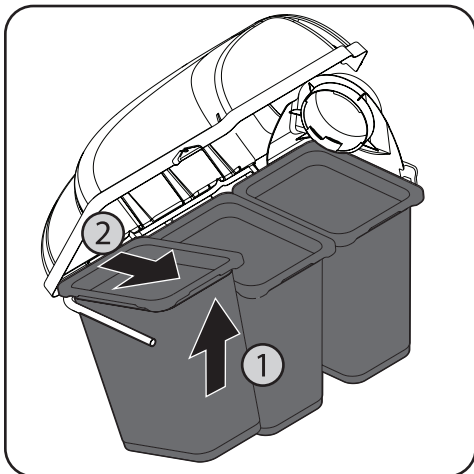

Figura 5-2
3. Extraiga los tres conjuntos de bolsas de las ménsulas de soporte de las bolsas, para lo cual debe levantar el borde delantero primero y luego deslizar el borde trasero hacia adelante y arriba hasta que se separe del bastidor como se indica en la Figura 5-2.